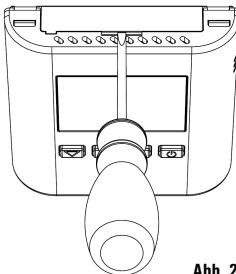

Abbildung 2
- 1** Batteriefach herausziehen: die Spitze eines Schlitzschraubendrehers in den Schlitz einfügen und das Fach wie in Abbildung 2 und 3 dargestellt anheben.